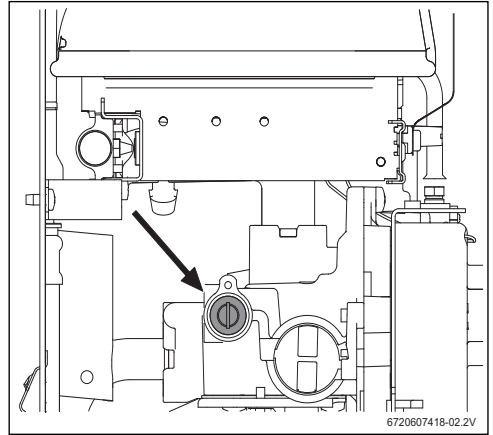

Fig. 13 Vis de réglage du débit maximal du gaz
- ▶ Retirer le joint de la vis de réglage (fig. 13).
- ▶ A l'aide de la vis de réglage (fig. 13), régler la pression jusqu'à ce que les valeurs indiquées dans le tableau 7 soient obtenues.